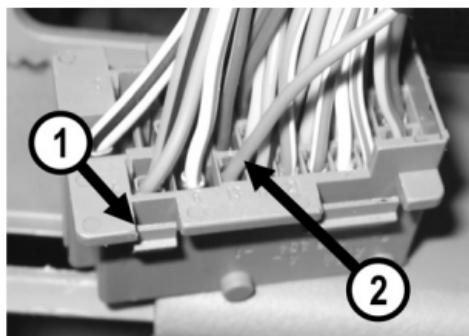

Рис.3 Подключение ДУТ
- Снимите монтажный блок, но колодки, подходящие к нему, не отсоединяйте. За ним, в глубине, находится серая 33-х контактная колодка (**поз.1, Рис.3**) жгута панели приборов к жгуту заднему. Далее соедините зажимом (**Рис.5**) розовый провод из жгута БК с розовым проводом (заводским) (**поз.2, Рис.3**). Провод подходит к 13-му контакту серой 33-х контактной колодки жгута панели приборов к жгуту заднему.